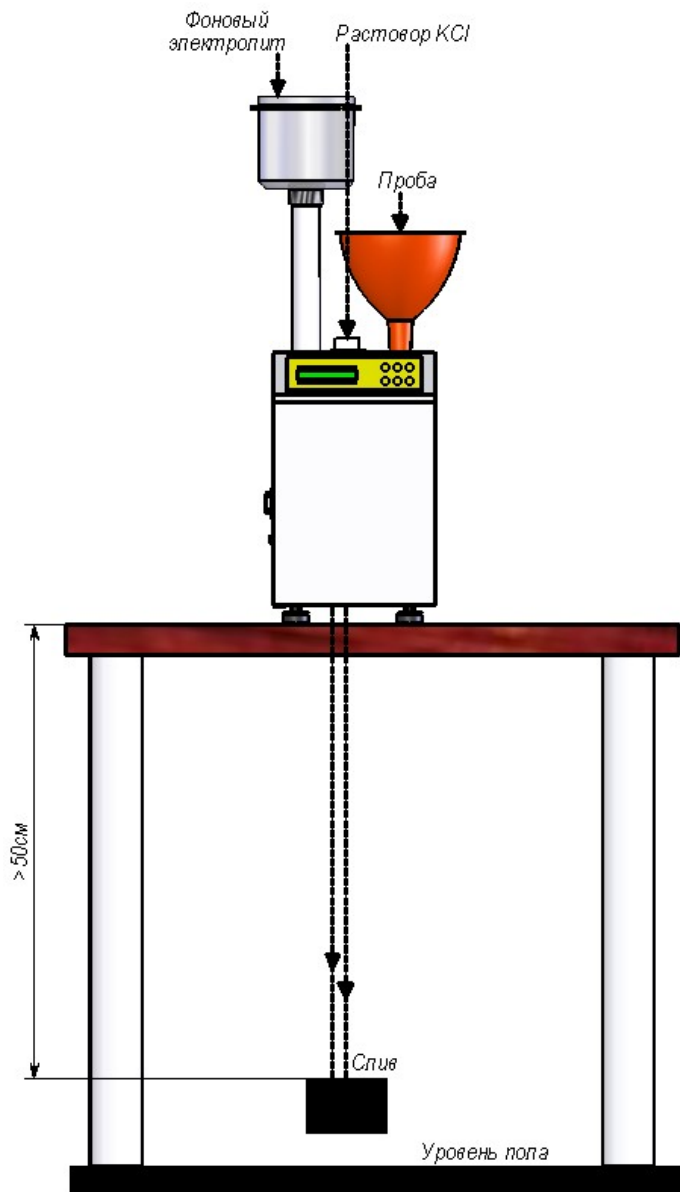

Рисунок 1 – Рекомендуемая схема установки анализатора полуавтоматического исполнения
2.3.1 Извлечь анализатор из упаковки и установить на столе (Рисунок 1). Снять заглушки с гидравлических разъемов «Проба» и «ФЭ».
По мере расходования фонового электролита его необходимо добавлять в емкость "ФЭ" (рисунок 1).
По мере расходования раствора KCl раствор необходимо доливать в отверстие "KCl" (рисунок 1).